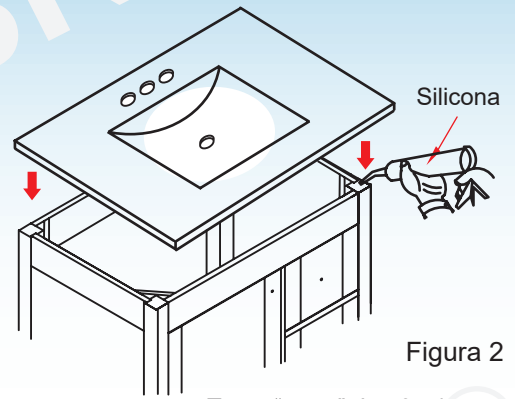

Figura 2
INSTALACIÓN (con respaldo separado, figura 2 y 3)
- 2) Aplicar masilla de silicona / sellante a las cuatro esquinas del tocador. Figura 2.
- 3) Coloque el lavabo sobre el tocador y asegúrese de que esté alineado en todos los bordes. Figura 2.
- 4) Coloque una pequeña gota de silicona en la parte posterior del respaldo. Figura 2.